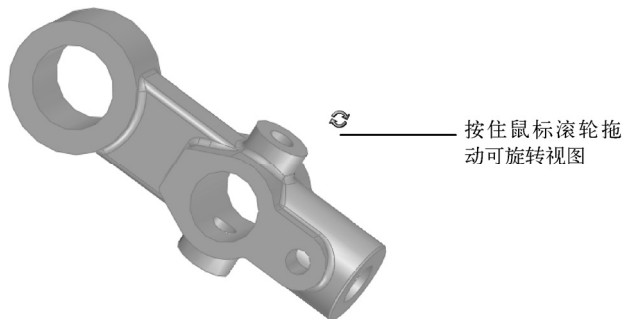

图 1-74 LX.SLDPRT 文件
- (1) 打开“特征”工具栏，并尝试添加或删除其中的命令按钮。
- (2) 打开本书提供的素材文件“1.LX.SLDPRT”，如图 1-74 所示，练习选择、隐藏对象，以及旋转、平移和缩放视图等操作。